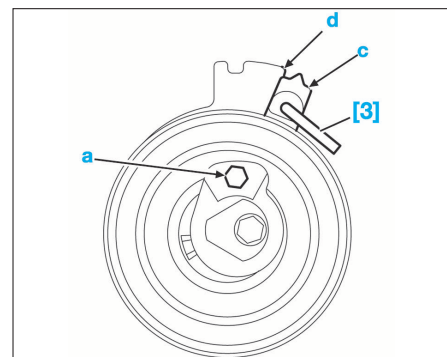

FIG. 22
- Tourner le galet tendeur à l'aide d'une clé 6 pans en "a" de manière à mettre en place l'index "c" en position "d" (Fig.22).